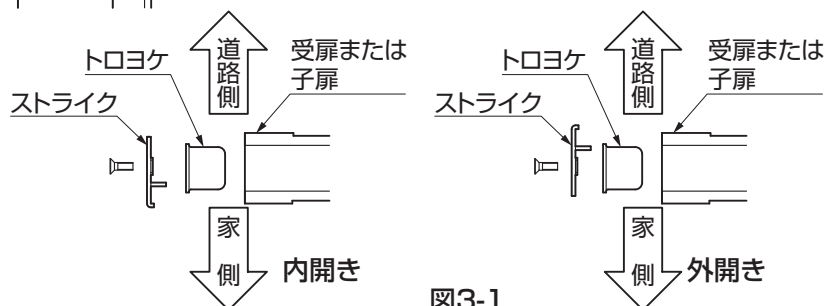

図3-1
- 外開きの場合は、ストライクを逆向きに取付けてください。(図3-1参照)